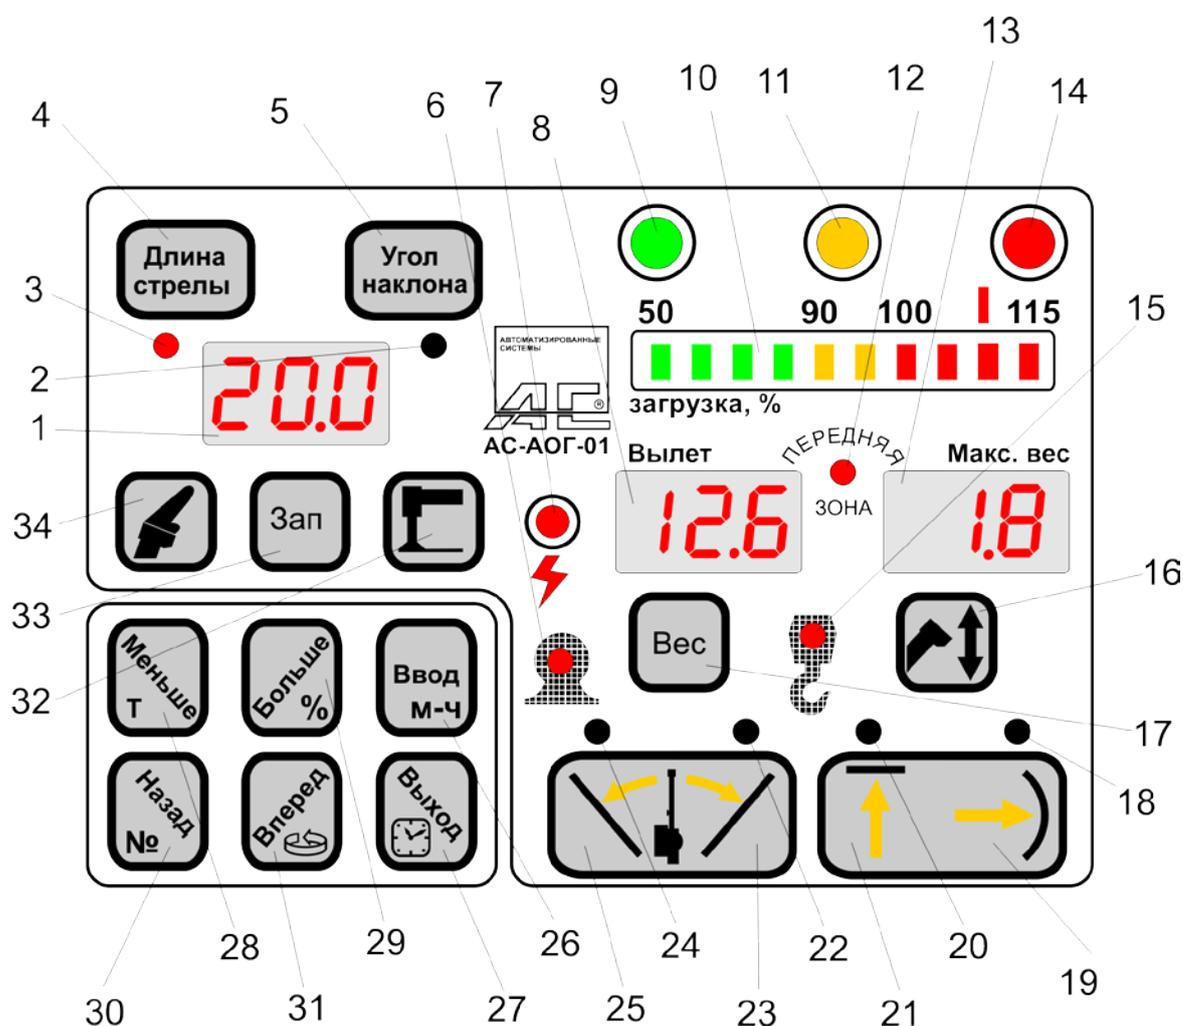

Рис. 4
6.4.8. На панели индикации и управления блока АОГ, Рис.4, расположены: линейный аналоговый индикатор загрузки, 4 цифровых дисплея, характеризующих режим работы крана, кнопки управления, кнопки включения и выключения различных видов ограничений координатной защиты и индикаторы, характеризующие состояние системы после нажатия соответствующих кнопок.